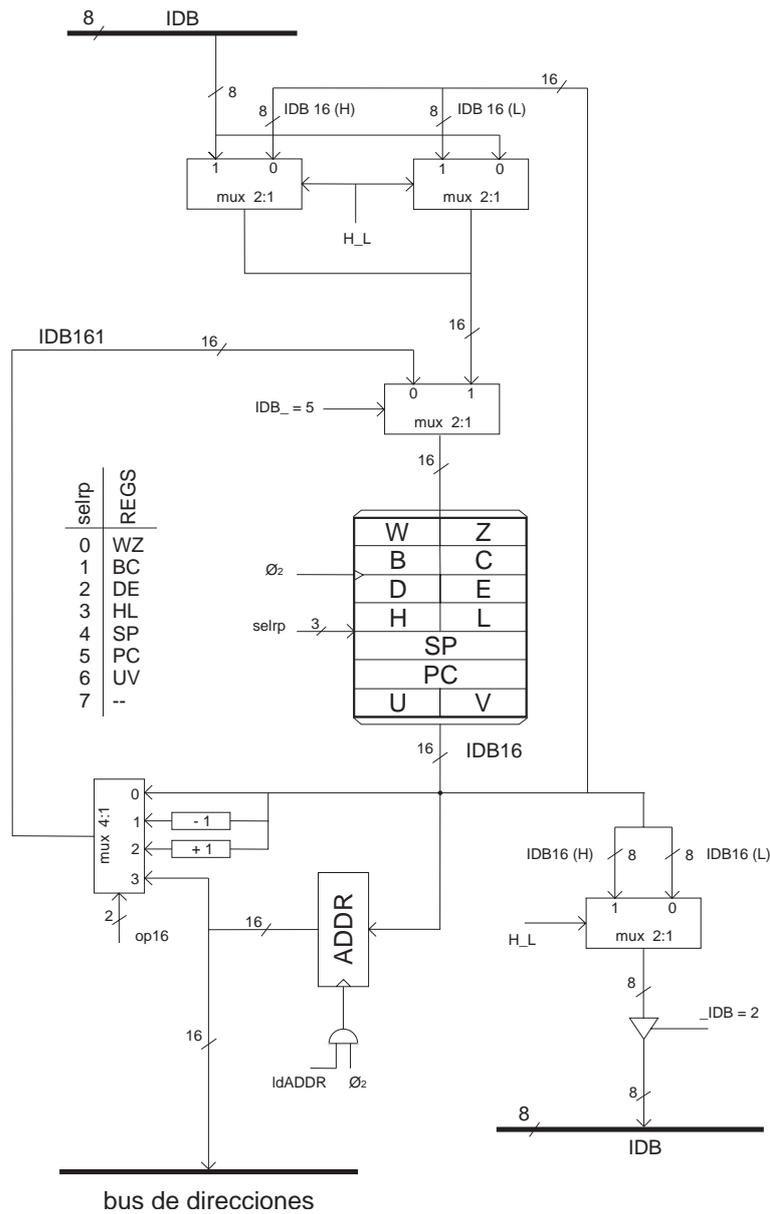

Figura 12.- Registros de 16 bits.
El par seleccionado (ver tabla de clave en la propia figura 12) sale a IDB16.
**1.-** Cargar desde IDB. Esto es así si  $IDB_{\neq} 5$ . Se cargan los 8 bits superiores ( $H_L = 1$ ) o los 8 inferiores ( $H_L = 0$ ). Los registros de la figura 12 siempre se gestionan por pares, es decir, como registros de 16 bits. Si queremos modificar sólo los 8 bits desde el bus IDB, habrá que reciclar los otros 8 bits desde IDB16. Más concretamente, si tenemos en BC un contenido  $bc$  y queremos alterar B escribiendo  $b'$  en él, tendremos que combinar  $b'$  con  $c$  para obtener  $b'c$ , que se carga en BC. Así queda modificado B y repite C. De estos cambalaches se encargan los dos multiplexores de la figura 12, parte superior.